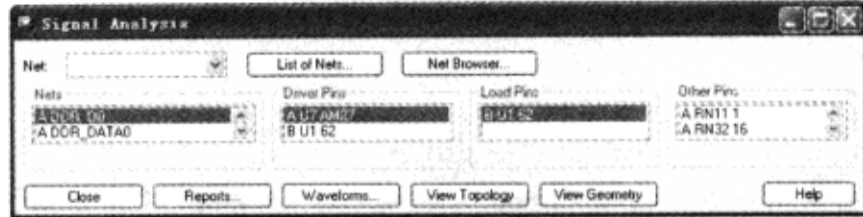

图 5-3-61 “Signal Analysis”对话框
(1) 在“Allegro PCB SI XL”窗口执行菜单命令“Analyze”→“SI/EMI Sim”→“Probe”→弹出“Signal Analysis”对话框，如图 5-3-61 所示。